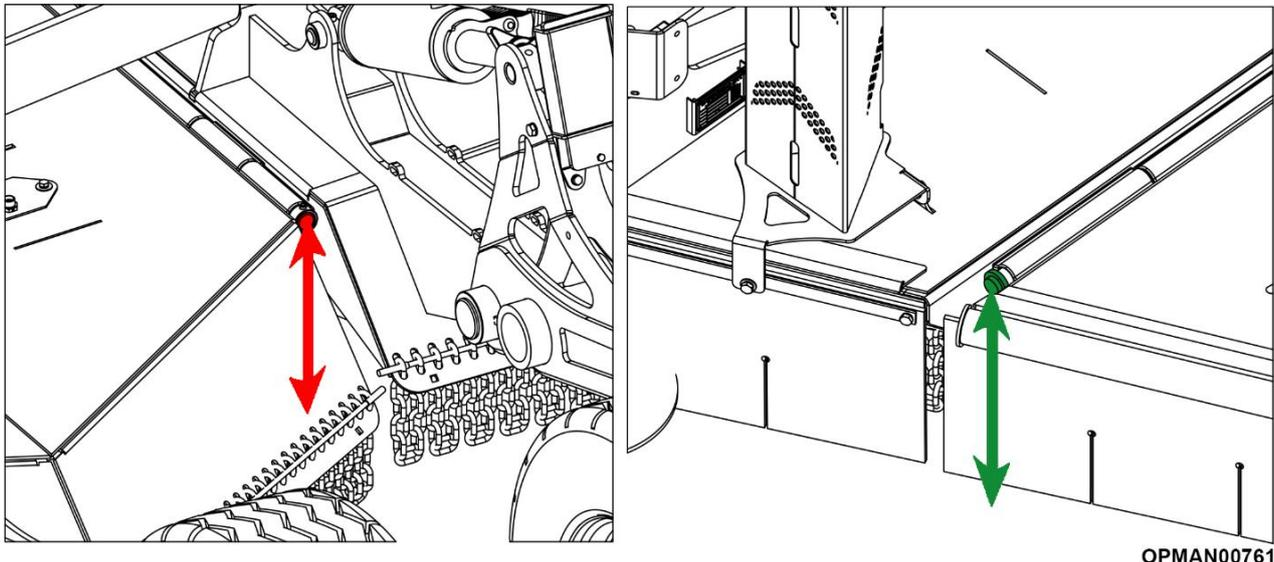

Abbildung 4.19 – Nivellierung des Army Master 500 von der Vorderseite zur Rückseite
- 4.7.1.2 Messen Sie an jedem Ende der Oberseite der Zuglenker bis zum Boden, siehe Abbildung 4.19, um die Höhe der Vorder- und Rückseite der Maschine zu bestimmen.